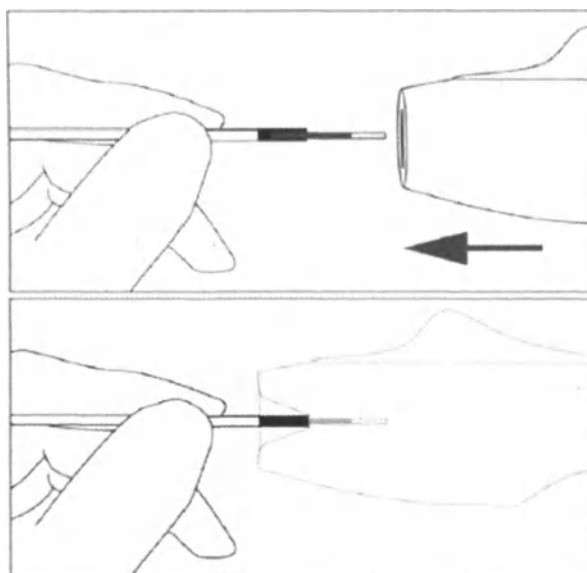

Рис.3.3
14. Поместите отмеченный черным проксимальный конец толкателя внутрь инструмента до упора, фиксируя при этом положение дистального кончика толкателя относительно микрокатетера (см.рис.3.3).